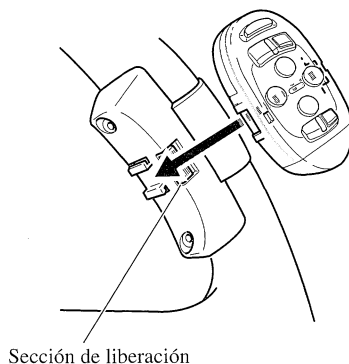

Fig. 13
4. Instale la unidad de control remoto en el sujetador. (Fig. 13)